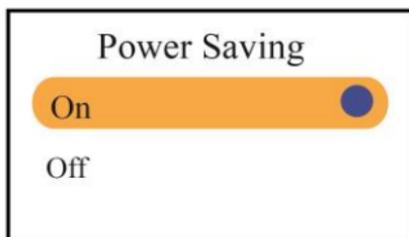

Figura 4.10G Impostazione Risparmio energetico
- Power saving mode (risparmio energetico): Per accendere/spgnere la modalità di Risparmio Energetico; l'impostazione predefinita è su "On", come mostrato nella figura 4.10G.